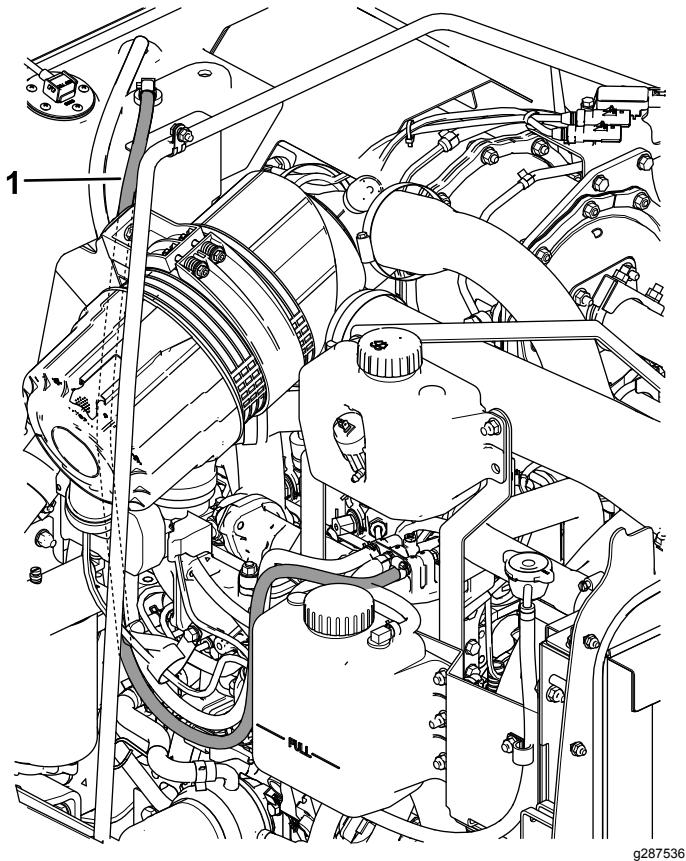

Figura 2
1. Rimuovete il flessibile del carburante esistente illustrato nella Figura 2.